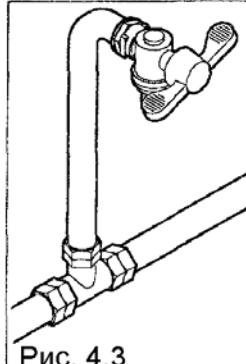

Рис. 4.3
- установите кран в доступном месте (если он не установлен), чтобы изолировать автомат от водопроводной сети, если это признано необходимым (рис. 4.3)